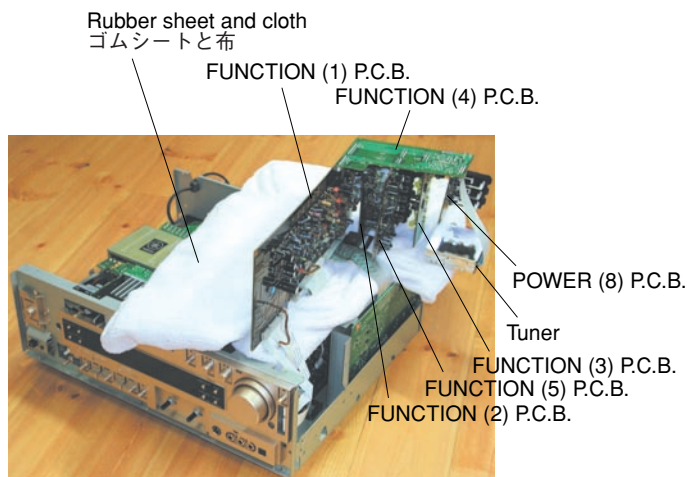

Fig. 6
- Put a rubber sheet and a cloth over the equipment. Then place the P.C.B. upside down on the cloth and check it. (Fig. 6)
- 本機の上にゴムシートと布を敷き、その上にP.C.B.を裏返しに置いてチェックします。(Fig. 6)